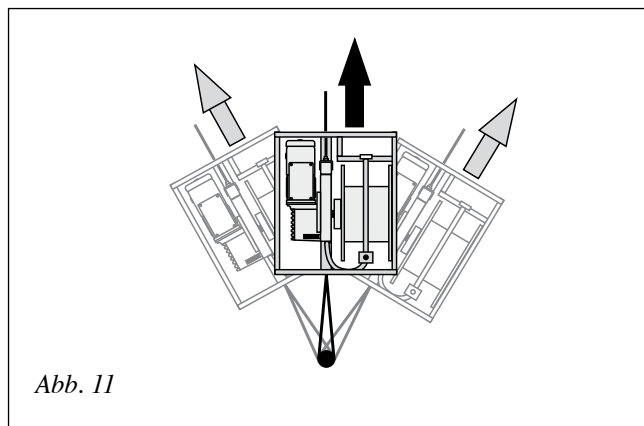

Abb. 11
- Die „Mobile tirak®-Winde“ muß sich **in Zugrichtung ausrichten** können (Abb. 11).